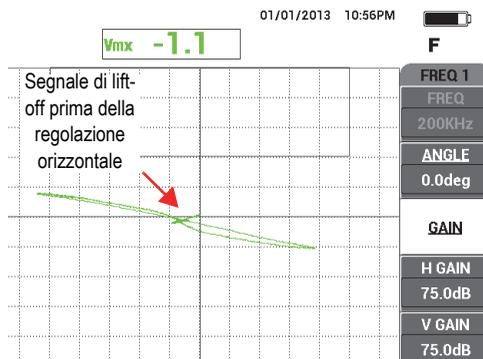

Figura 5-56 Scansione dell'intaglio centrale
5. Scansionare solo l'intaglio centrale e premere il tasto FREEZE () [vedere Figura 5-56 a pagina 179].